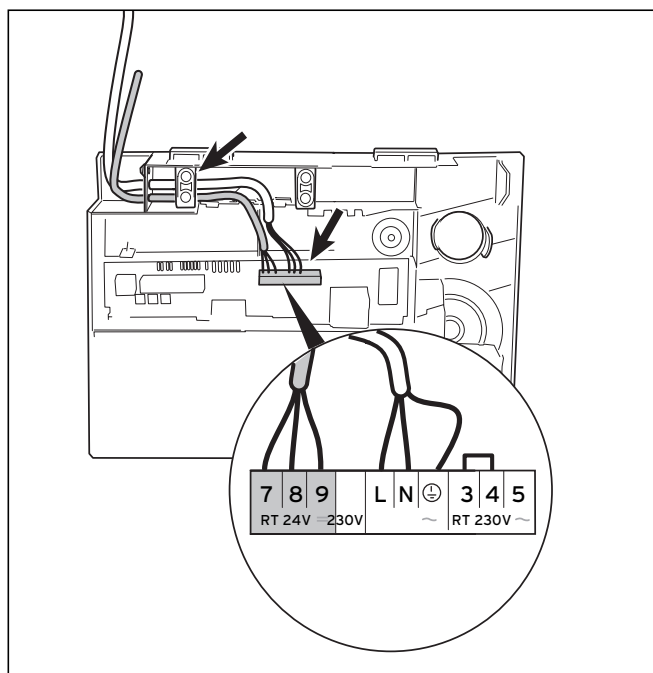

Рис. 4.12 Подключение регулирующих устройств и принадлежностей
- Проложите необходимые провода до уровня подключения системы в распределительной коробке, как изображено на рис. 4.12.
- Присоедините соединительные кабели, как показано на рис. 4.12 либо в табл. 4.1 и 4.2 к соответствующим штекерам ProE либо к гнездам электроники.